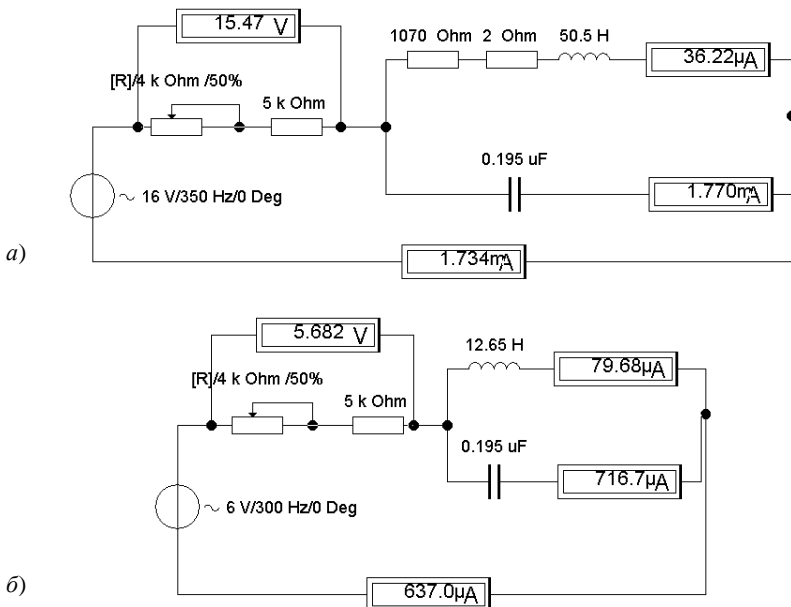

Рис. 9. Разветвлённая электрическая цепь
1. Собрать электрические цепи, показанные на рис. 9. Измерить падения напряжений на цепочке, состоящей из реостата и резистора.